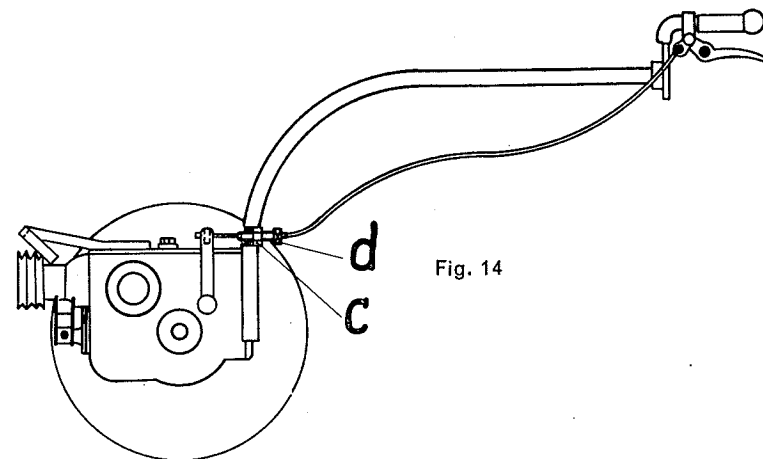

Fig. 14
13. Einstellen der Kupplung (Fig. 14)
13. Regolazione della frizione (fig. 14)